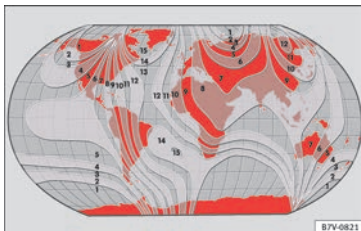

Fig. 119 Zonas magnéticas.
- Seleccionar la zona magnética correspondiente a la situación del vehículo » **fig. 119**.